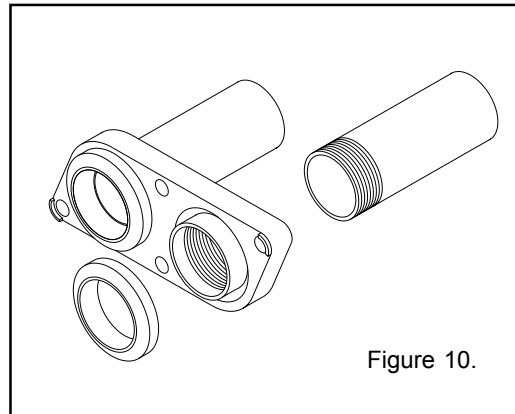

Figure 10.
1. Insérer 2 joints en caoutchouc de 1 po. sur les 2 bagues de retenues de 1 po. moulées au dessous du Quick-Flange II; voir la Figure 10.